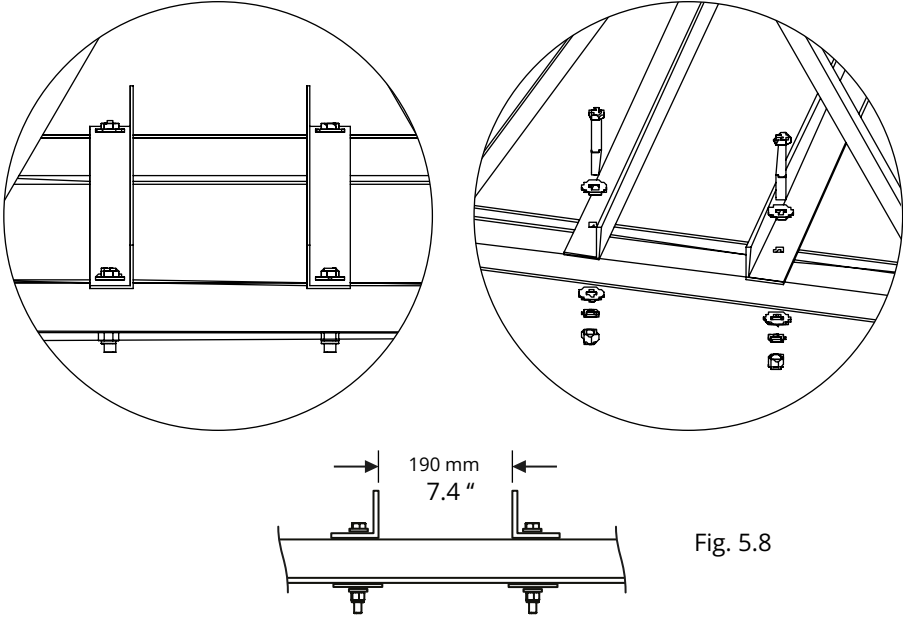

Fig. 5.8
- c) **Perfiles Angulares Sencillos:** Coloca los perfiles angulares de manera que las patas horizontales se enfrenten entre sí (las patas verticales están en el exterior) (Fig 5.8).